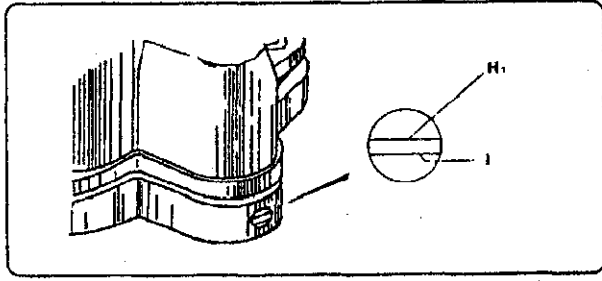

图 3-1 Fig 3-1
(1) Внутренности машинной стойки автоматически смазываются масляным насосом, масло было удалено с головки перед упаковкой. Поэтому перед началом работы, головка должна быть заправлена чистым маслом для швейных машин. Масло заливается до уровня между двумя красными линиями H1 и H2 (см. рис.3-1)
(2) Смазка с помощью масленки